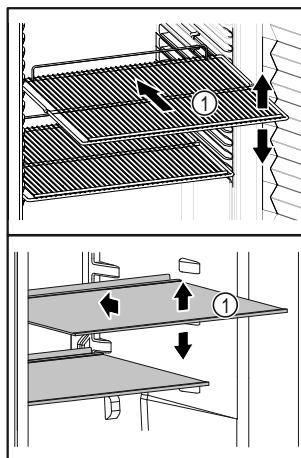

Fig. 61 Beispielhafte Darstellung
- Wenn Ablageflächen Fig. 61 (1) versetzbare sind, Ablageflächen je nach Höhe anpassen.